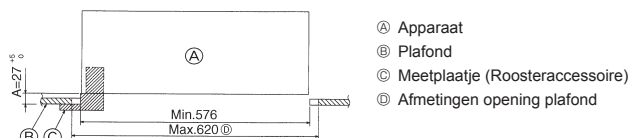

Fig. 2-6
- Als u het apparaat niet exact tegen het gat in het plafond kunt ophangen, dan kunt u het verschuiven door middel van een gleuf in de ophangplaat. (Fig. 2-6)